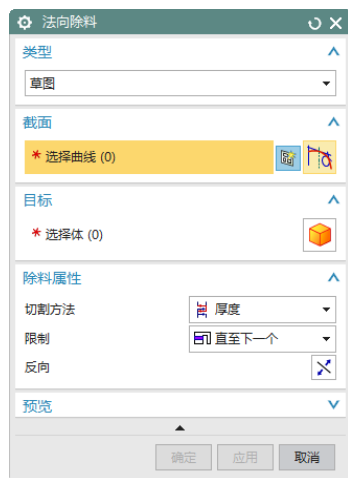

图 6-73 “法向除料”对话框
(1) 选择“菜单(M)”→“插入(S)”→“切割(T)”→“法向除料(N)”，或者单击“主页”选项卡“特征”面组上的“法向除料”按钮，打开如图 6-73 所示“法向除料”对话框。